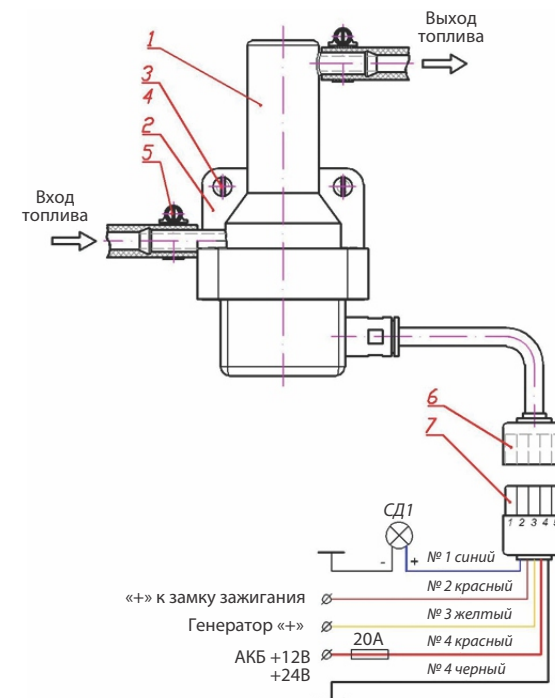

Рисунок 1
5.2 Подогреватель устанавливается в разрез топливопровода перед фильтром тонкой очистки или перед фильтром-сепаратором. Ввод дизельного топлива обозначен на входном штуцере подогревателя в виде стрелки с соответствующим направлением. Рабочее положение подогревателя – вертикальное. При этом входной и выходной топливные штуцеры подогревателя располагаются горизонтально (см. рисунок 1). Подогреватель 1 крепится в моторном отсеке за кронштейн 2 двумя винтами М5 по ГОСТ 1491 или саморезами 3 с пружинными шайбами 4 по ГОСТ 6402. Допускаемое отклонение корпуса подогревателя от вертикали не должно превышать 10-15°. Топливопроводы крепятся на штуцерах подогревателя хомутами 5 по ГОСТ 28191.